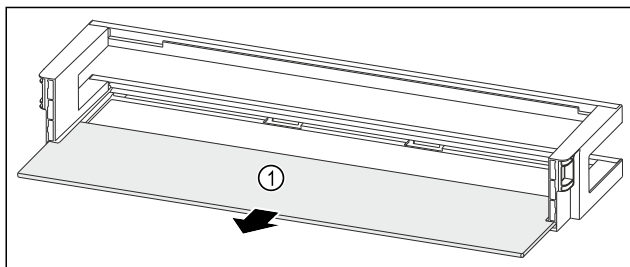

Fig. 84 Ajtópolc tárolólappal
- Vegye ki a tárolólapot Fig. 84 (1).